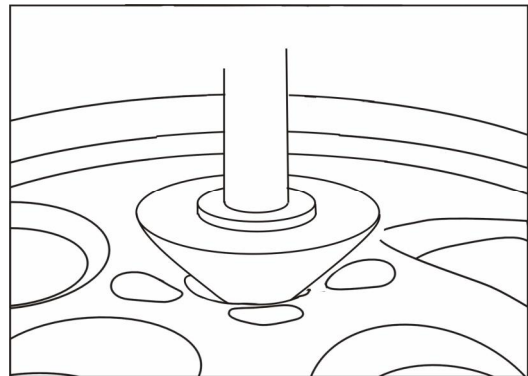
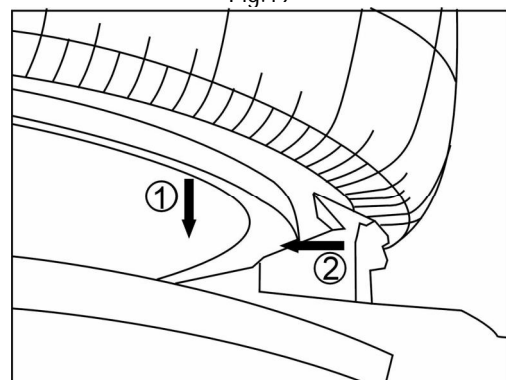

Fig.19
Fig.20
- Benutzen Sie den Konus, um die Bedienung beim Einklemmen von außen zu vereinfachen. Fahren Sie die Spannklauen nach außen (2-3cm entfernt von der Außenkante der Felge) und legen Sie den Reifen auf den Drehteller. Drehen Sie den Schwenkarm so, dass der Konus in das Mittelloch der Felge passt (Fig.19), drücken Sie den Steuerhebel, um die Felge in ihrer Position zu halten und drücken Sie das Pedal „+“, um die Felge einzuklemmen (Fig.20). Entfernen Sie danach den Konus.